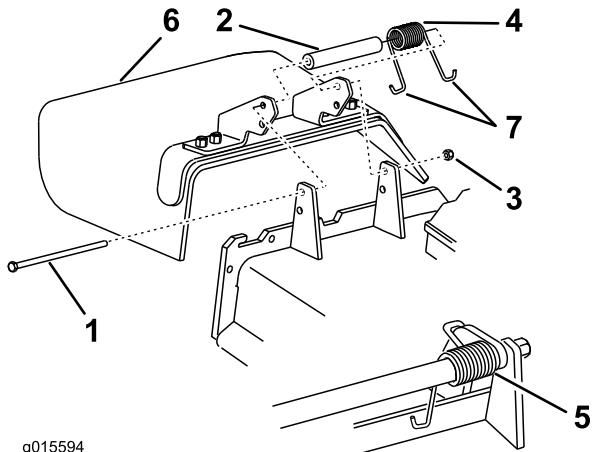

Bild 42
1. Entfernen Sie die Sicherungsmutter, Schraube, Feder und das Distanzstück, mit denen das Ablenkblech an den Schwenkhalterungen befestigt ist (Bild 42). Entfernen Sie defekte oder abgenutzte Ablenkbleche.
Hinweis: Achten Sie darauf, dass ein J-förmiges Federende hinter der Mähwerkskante befestigt ist, bevor Sie die Schraube einsetzen, wie in Bild 42 abgebildet.
3. Setzen Sie die Schraube und Mutter ein. Führen Sie das J-förmige Hakenende der Feder um das Ablenkblech (Bild 42).